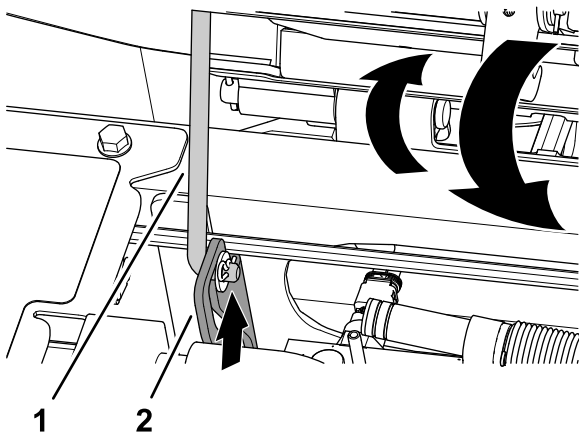

Figura 64
1. Rode ligeiramente o banco e levante a barra de apoio da ranhura de suporte do banco (Figura 64).